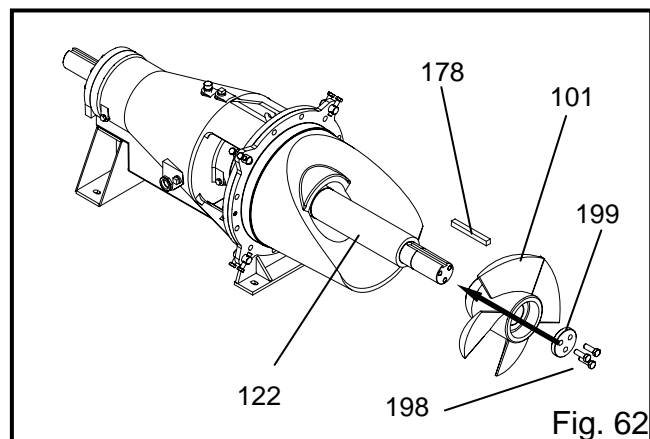

Fig. 62
17. Montar a chave (178). Empurrar o impulsor (101) sobre o veio (122) e, se necessário, usar um maço de madeira para o colocar no seu lugar contra o ressalto do veio. Montar a anilha do veio (199) e os parafusos (198), apertar para fixar o impulsor (101) no lugar, ver Fig. 62.